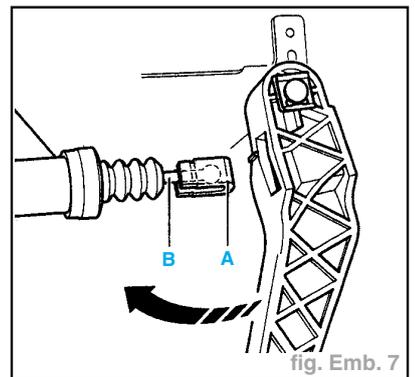

fig. Emb. 7
- la pièce de logement (A) doit se trouver sur la tringle de commande (B) du maître-cylindre (fig. Emb. 7),